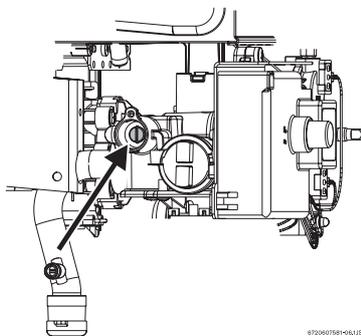

Bild 11 Einstellschraube max. Gasmenge
- ▶ Plombierung von der Einstellschraube entfernen (Bild 11).
- ▶ Mit der Einstellschraube (Bild 11) den Düsendruck gemäß Tabelle 2 einstellen.